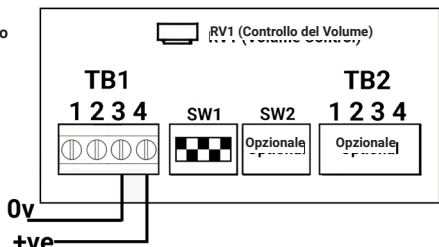

Figura 3:
- La Figura 1 (CC) e la Figura 3 (CA) mostrano il cablaggio per attivare le fasi di allarme 1 e 2.
- Un tono di allarme di seconda fase può essere attivato applicando un collegamento "L" aggiuntivo al terminale TB3 sul PCB, come illustrato nella Figura 3.